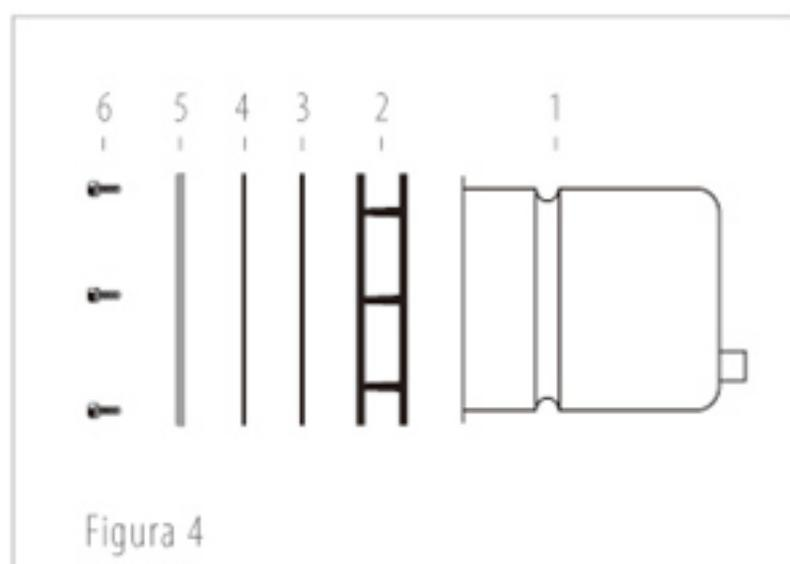

Figura 4
O conjunto nicho apresenta-se de duas maneiras: um para piscinas de alvenaria, que se constitui apenas do nicho em si, e outro para piscinas de vinil e fibra de vidro, o qual possui 6 componentes, especificados na figura 4.
Retire o conjunto miolo de dentro do nicho de vinil. Desmonte o conjunto nicho como indicado na figura 4. Instale o nicho (1) na parede da piscina, chumbando-o juntamente com o suporte do refletor (2), de forma a deixar a borda do nicho e os orifícios do suporte para fora do concreto. Deve-se inserir os elementos na seguinte ordem: a borracha (3), o vinil, novamente outra borracha (4), a flange (5) e, por último, os parafusos (6), seguindo o esquema da figura 4 e 6. Em seguida é necessário fazer o recorte do vinil internamente ao aro do refletor.